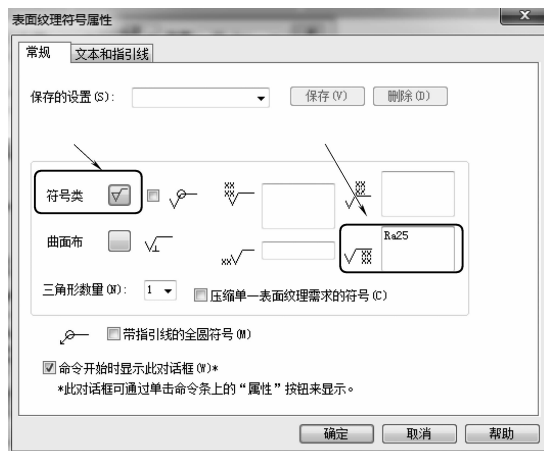

图 9-239 “表面纹理符号属性” 对话框
(1) 单击【主页】选项卡【注释】区域中的【表面纹理符号】命令，系统弹出【表面纹理符号】命令条和【表面纹理符号属性】对话框。
(2) 在【表面纹理符号属性】对话框中设置如图 9-239 所示参数，然后单击按钮。